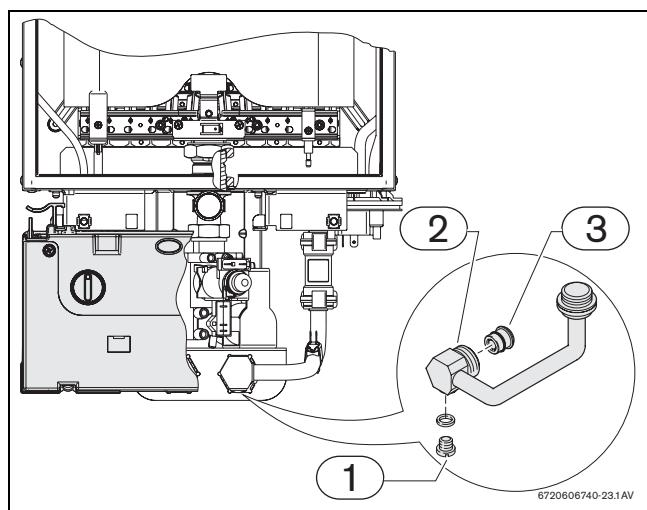

Fig. 7
- ▶ svitare ed asportare la vite di scarico (\rightarrow Fig. 7, pos. 1).
- Non installare l'apparecchio in ambienti che presentino rischi in cui la temperatura possa scendere a 0°C. Nel caso, chiudere il rubinetto d'ingresso acqua fredda (→Fig. 2, pos. 230), aprire un rubinetto d'acqua calda, svitare con una chiave di misura corrispondente l'apposita vite (→Fig. 7, pos. 3) e scaricare l'acqua presente nell'apparecchio.